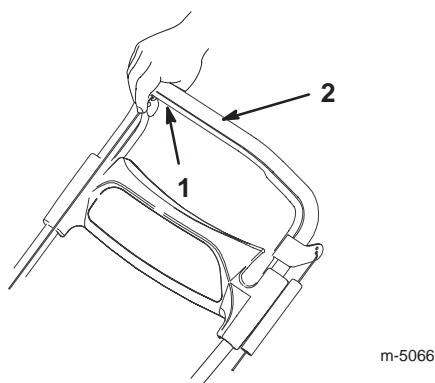

Bild 11
3. Halten Sie die Steuerstange auf der rechten Seite des Griffs (siehe Bild 11).